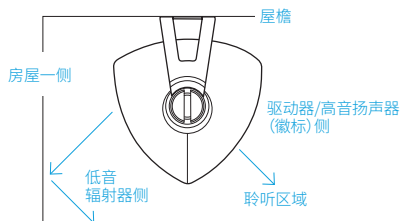
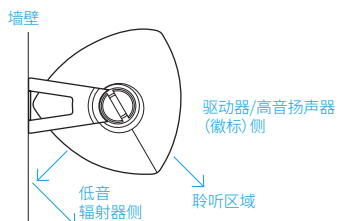

图 3
图 4
- 一对 AW 扬声器能以中等音量覆盖约 200-400 平方英尺的聆听区域。设法将扬声器直接朝着聆听区域以最大化输出电平。将扬声器水平安装在屋檐下是一个不错的位置 (特别是与聆听区域处于同一水平面时)。将驱动器/高音扬声器/徽标侧向下朝着聆听区域 (见图 3 和图 4)。
- 扬声器带有低音辐射器的一侧可以面向相邻表面放置, 例如墙壁、屋檐下侧、天花板或地面, 只要有至少几英寸的间隙 (见图 3 和图 4)。将低音辐射器放置在较大表面附近可提供更响亮的低音。为了减少低音, 可将扬声器移离墙壁、天花板、屋檐或地面。